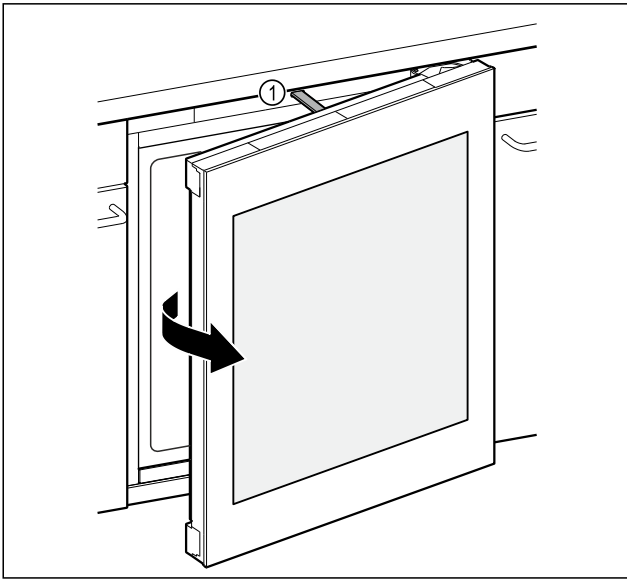

Fig. 92
- 连杆 Fig. 92 (1) 将冰箱门打开近 7 cm。